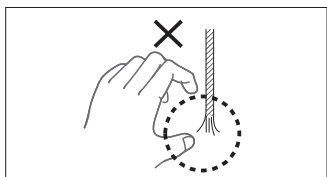

図8
- ・ 先端がぼつれたワイヤーは指先などに素線が刺さる場合がありますので、お取り扱いには十分ご注意ください（図8）。また、先端がぼつれた状態では器具に挿入できなくなりますので、新しいワイヤーにお取替えいただくか、ワイヤーの先端をカットしてご使用ください。